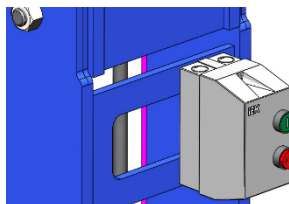

Рис. 1
4.2 Контактор электрический КМИ-11260 закрепить на раме и подсоединить к цеховой электросети 380 В (Рис. 1).